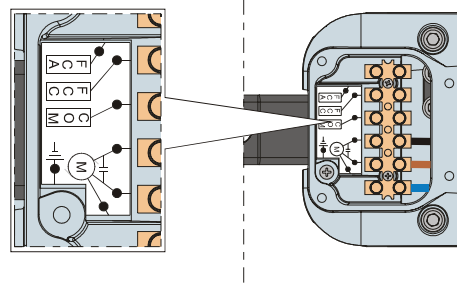

Рис. 14
3) Подсоедините мотор и провод заземления в соответствии с изображенным на Рис.14 и прилагаемой таблицей.